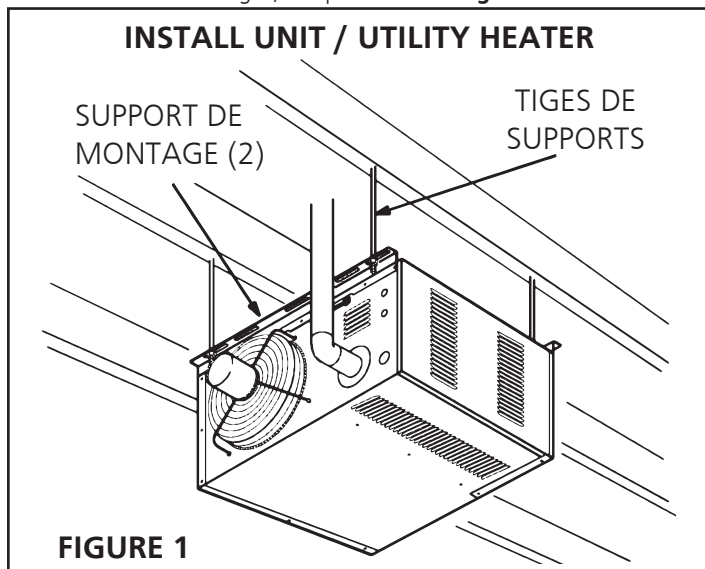

FIGURE 1
L'appareil est expédié prêt pour l'installation. Il peut être installé tel qu'illustré à **figure 1** et alternativement, il peut être inversé de 180° selon l'emplacement voulu, et tel qu'exigé par les dégagements requis, par le raccord d'évent, la direction de l'air, l'alimentation en gaz, l'alimentation électrique et l'accessibilité pour service.
5. Pour supporter l'appareil, fixer le support de montage sur une solive de plafond ou sur une ferme de toit. L'appareil peut aussi s'accrocher sur des tiges, tel qu'illustré à la **figure 1**.